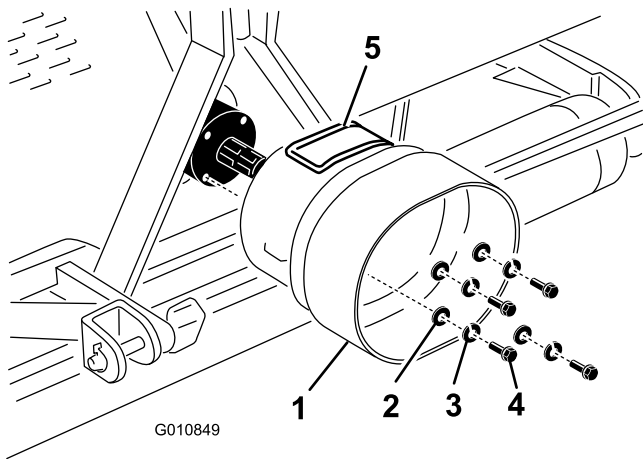

图19
1. 卸下固定至打孔机齿轮箱后部的 4 个螺栓、锁紧垫圈和扁平垫圈（图19）。
2. 用之前卸下的紧固件将 PTO 护罩安装到打孔机齿轮箱上（图19）。安装 PTO 护罩时，应确保检修门（图19）朝向上面或侧面，具体取决于打孔机机架配置。
**注意：** 检修门（图19）可以打开，以便拆装 PTO 轴安装紧固件。